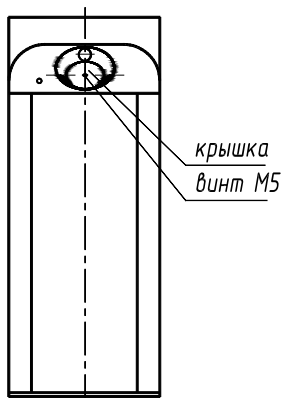
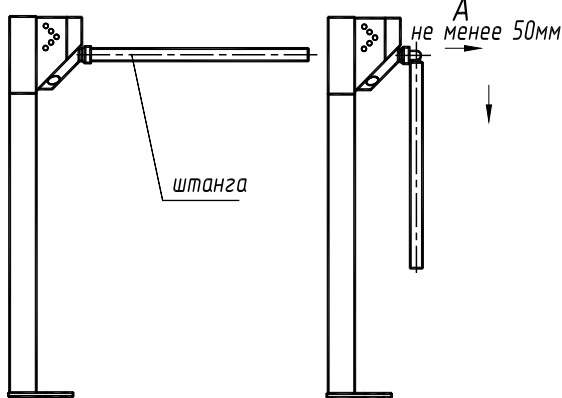

Рис.1
Рис.2
6.4 Установите штанги. Для этого снимите крышку поворотного механизма, открутив винт М5 (рис.1). Закрепите штанги болтами М10, входящими в комплект штанг. Для перевода штанги «антипаника» в положение «проход открыт» оттяните штангу в направлении А (от турникета) на 50-80мм и поверните ее вниз (рис.2).